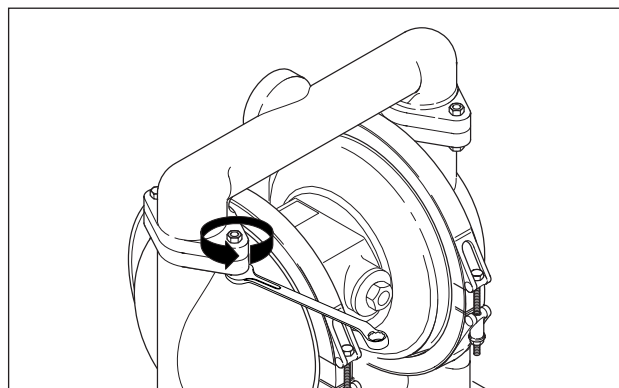

Fig. 8: Remover bocal de aspiração e de pressão.
- Desenroskar os parafusos e desmontar os bocais de pressão e de aspiração (Fig. 8).